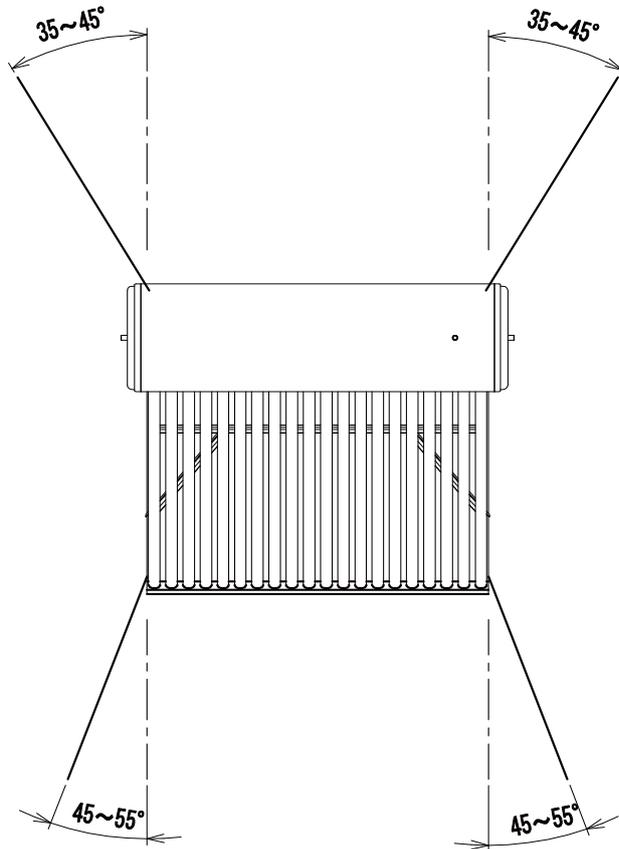
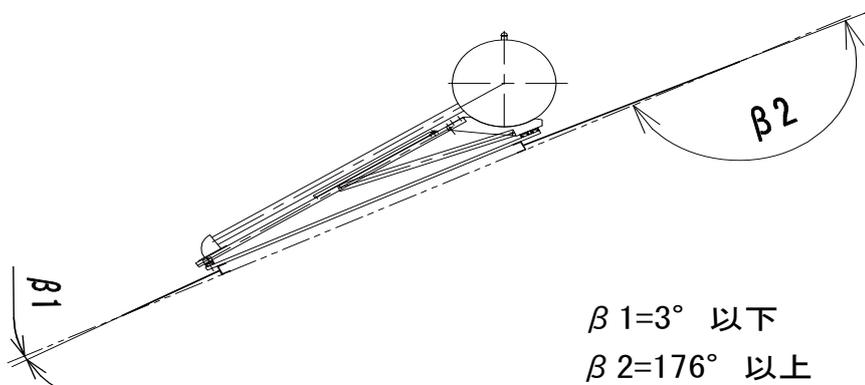

図 20
図 21
- 固定線の張出しは 18 ページ 図 20,21 の張り出し角度の範囲内にします。
固定線の張出し角度は図 20、図 21 の範囲内にて張ってください。